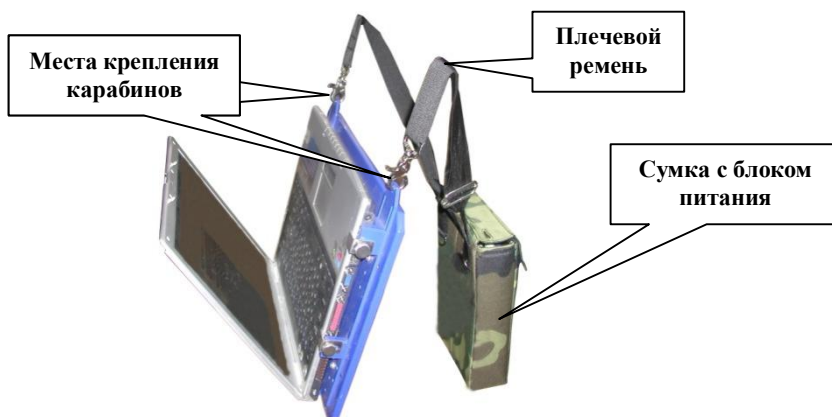

Рисунок 2.1.3. Крепление блока питания к подвеске
1. Поместите заряженный блок питания в сумку и защелкните карабины, расположенные на плечевом ремне в соответствующих местах подвески (рисунок 2.1.3);